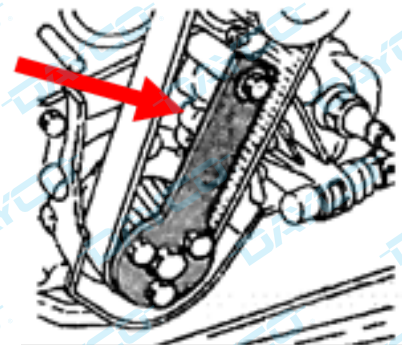

Fig.2
- Monte, como en la Fig. 2, el utensilio de bloqueo del cigüeñal (2.000.004.500).